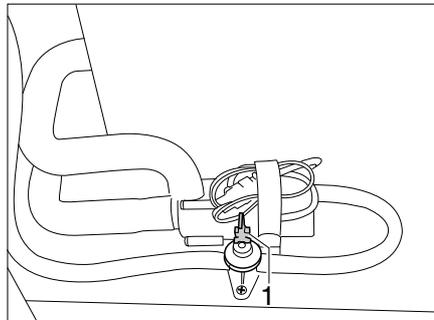

Bild 201 Ablasshahn
- Ablasshahn schließen. Dazu den Kipphebel (Bild 201,1) waagrecht stellen.
- Ablasshahn (Bild 201) öffnen. Dazu den Kipphebel (Bild 201,1) senkrecht stellen. Der Boiler wird über den Ablasshahn nach außen entleert.